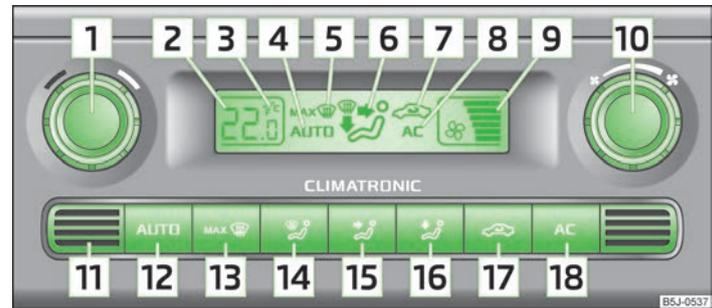

Abb. 77 Climatronic: Bedienelemente
- > (AC) 18 » Abb. 77 auf Seite 75 eingeschaltet.
- > Die Taste (AUTO) 12 » Abb. 77 auf Seite 75 drücken.
Gleichzeitig die Tasten (AUTO) und (AC) » Abb. 77 auf Seite 75 drücken und halten. Im Display erscheinen die Angaben in der gewünschten Temperatur-Maßeinheit.
Im unteren Teil des Gerätes befindet sich der Innenraumtemperatursensor **11** » Abb. 77. Den Sensor nicht überkleben oder überdecken, sonst könnte die Climatronic ungünstig beeinflusst werden.
- › Die Taste (AUTO) **12** » Abb. 77 auf Seite 75 drücken, im Display wird **AUTO** angezeigt.
- › Nach dem Einschalten der Zündung kann mit dem Drehregler **1** » Abb. 77 auf Seite 75 die gewünschte Innenraumtemperatur eingestellt werden.
- › Die Taste  **17** » Abb. 77 auf Seite 75 drücken, im Display erscheint das Symbol .
- › Die Taste  **17** » Abb. 77 auf Seite 75 erneut drücken, das Symbol  im Display erlischt.
- › Mit dem Drehregler **10** » Abb. 77 auf Seite 75 nach links (Gebläsedrehzahl verringern) bzw. rechts (Gebläsedrehzahl erhöhen) drehen.
➤ Die Taste  **13** » Abb. 77 auf Seite 75 drücken.
➤ Die Taste  **13** » Abb. 77 auf Seite 75 oder die Taste  erneut drücken.